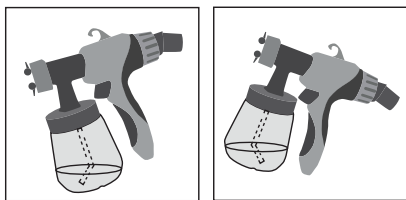

Рис. 2
7. Заправьте емкость (6) приготовленным материалом:
- в)** установите всасывающую трубку в зависимости от обрабатываемой поверхности: при горизонтальной поверхности поверните трубку вперед, при вертикальной – назад (Рис. 2);